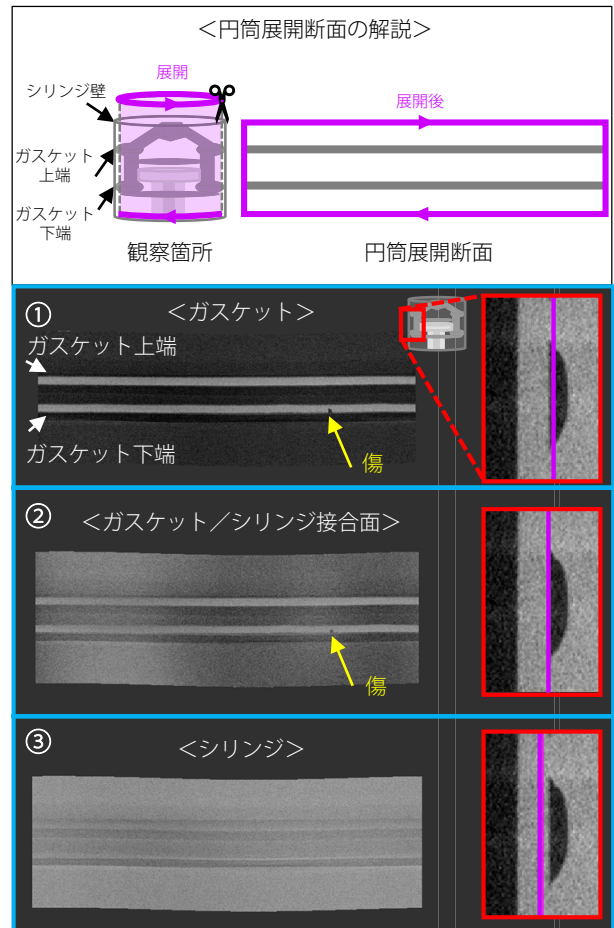

図3 ガスケット／シリンジ円筒展開断面画像
図3に三次元解析ソフトウェアVGSTUDIO MAXで作成したシリンジの円筒展開断面画像を示します。紫色の線で示される展開位置を変えることで①ガスケット、②ガスケット／シリンジ接合面、③シリンジの断面画像を表示できます。展開位置は図3赤枠の断面画像に紫色の線で表示されており、①、②、③の順で展開半径が大きくなっています。